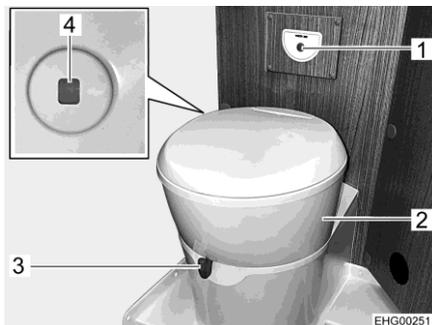

Fig. 112 Toilettes
Il est possible de tourner la cuvette dans la position souhaitée. Saisir pour ce faire le partie supérieur des toilettes (Fig. 112,2) des deux mains et tourner.
L'unité de commande avec le bouton de la chasse d'eau (Fig. 112,1) est positionné à proximité de la cuvette.
- Avant d'actionner la chasse d'eau, ouvrir le curseur des toilettes. Pousser pour cela le levier du curseur (Fig. 112,3) dans le sens inverse des aiguilles d'une montre.
- Pour actionner la chasse d'eau, appuyer sur le bouton bleu (Fig. 112,1).
L'indicateur de niveau (Fig. 112,4) passe du vert au rouge quand le réservoir pour matières fécales doit être vidé.